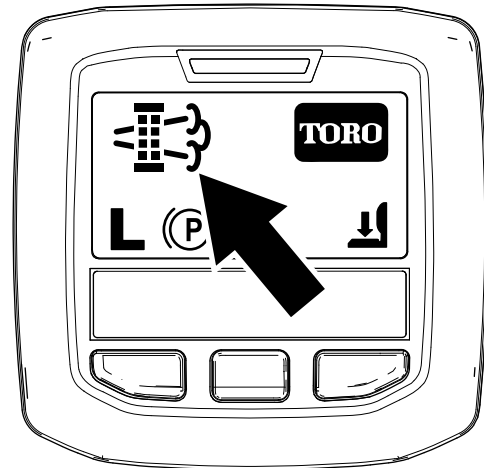

Рисунок 64
- Когда компьютер двигателя запрашивает стационарную или восстановительную регенерацию, на дисплее инфо-центра появляется значок запроса на регенерацию (Рисунок 64).